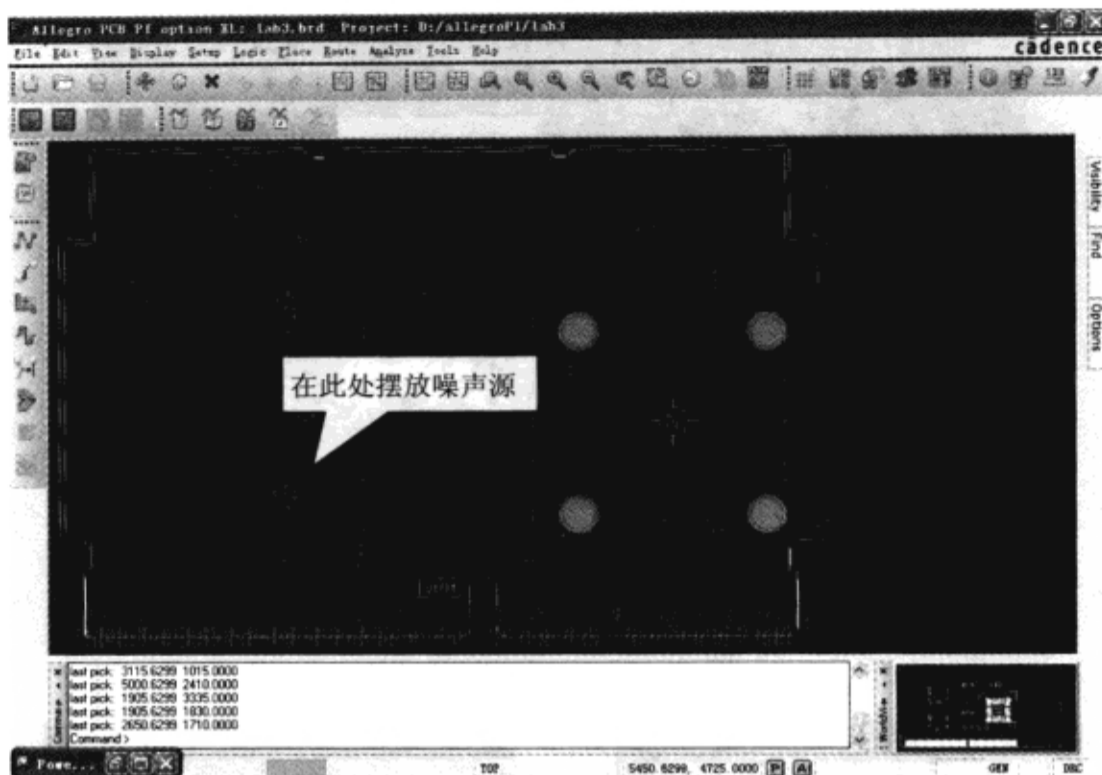

图 9-7-23 摆放噪声源
(11) 重复以上步骤在左下角元器件的中心处再摆放一个噪声源，如图 9-7-23 所示。